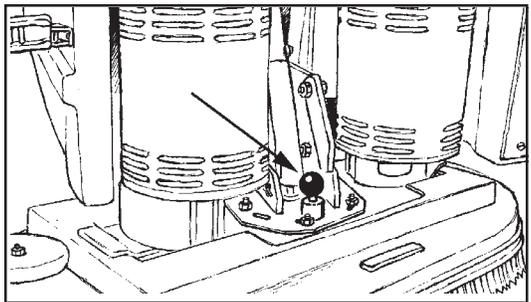

Figure 15
4. Soulevez la tige du plongeur et tournez la tête de la brosse. Voir figure 15.